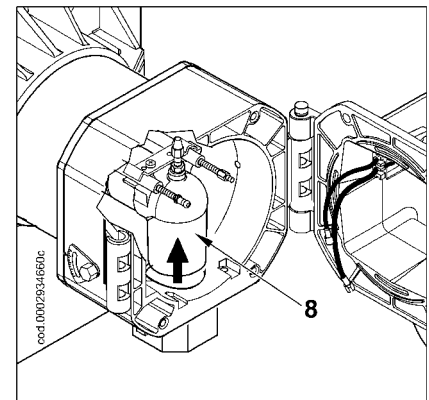

Рисунок 3
Убрав провода розжига и ионизации (3) с терминалов соответствующих электродов, полностью открутите гайку (4) и закрутите винт (5), продвигая его внутрь подводящего газового патрубка (8) на достаточную длину, чтобы обеспечить последующий демонтаж узла смесителя (см. рис. 3).
Слегка приподнимите подводящий газовый патрубок (8) (рисунок 3) и снимите весь узел смесителя в направлении, указанном стрелкой (9) на рисунке 4. Закончив ремонтные операции и проверив положение электродов розжига и ионизации, выполните монтаж головки горения, действуя в обратной последовательности (см. 0002934690).